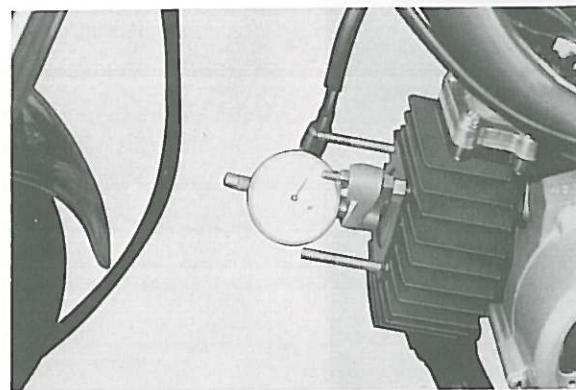

Fig. 2-5-2
2. Insert dial gauge into stand. (Fig. 2-5-2)
2. Poser le comparateur dans son support. (Fig. 2-5-2)
2. Meßuhr in den Ständer einführen. (Fig. 2-5-2)